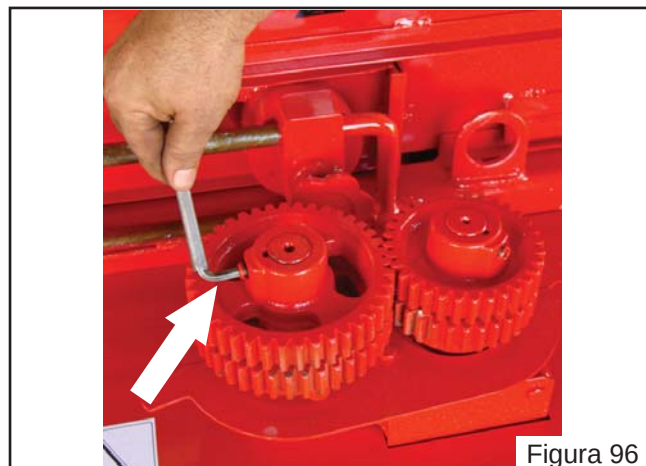

Figura 96
- Solte o parafuso Allen que prende a engrenagem superior direita (Figura 96);
- Retire a engrenagem superior direita (Figura 96);